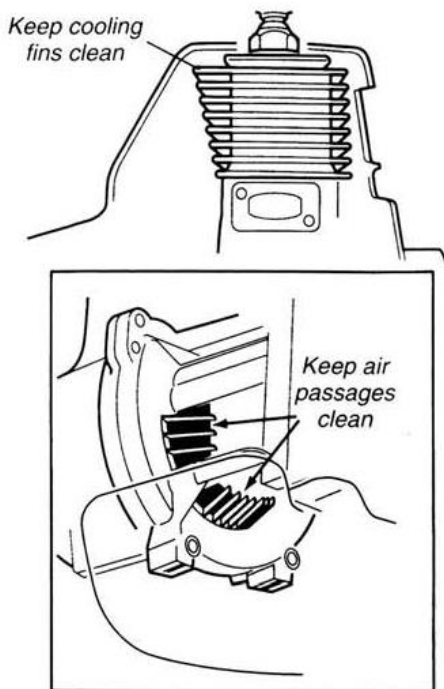

Figure 17
-Saque toda la suciedad y residuos del motor. Revise las aletas de refrigeración del cilindro y desatásquelas si es necesario. (ver fig. 17).